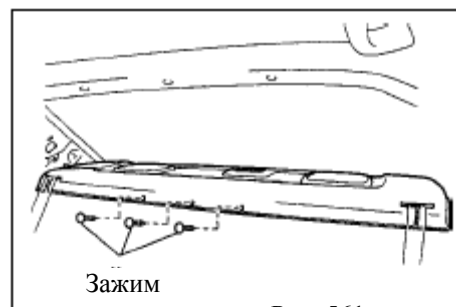

Рис. 561
- Снимите 3 зажима; (рис. 561)